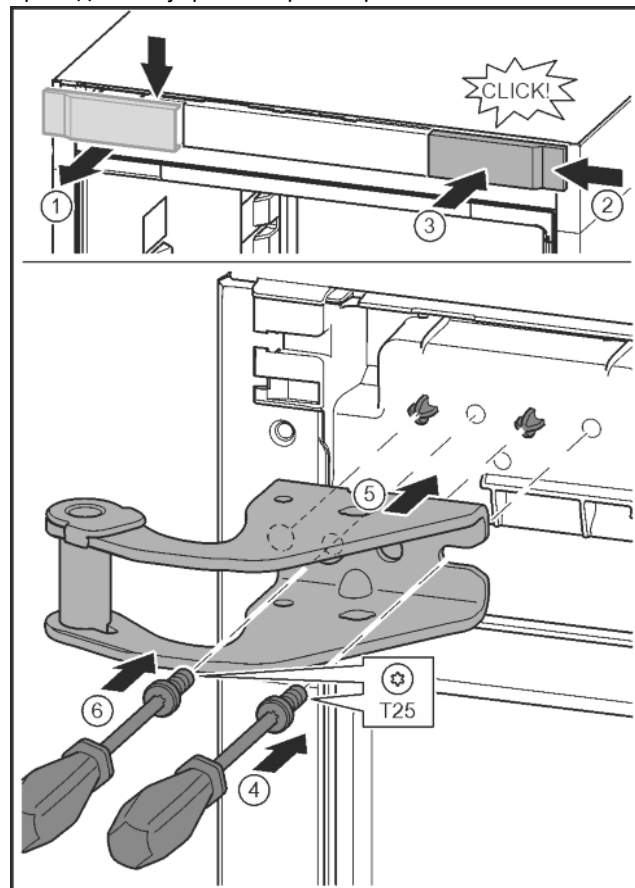

Fig. 12
- ▶ Отпустить крышку и снять боку. Fig. 12 (1)
- ▶ Навесить крышку, повернув ее на 180°, справа с другой стороны. Fig. 12 (2)
- ▶ Крышку зафиксировать. Fig. 12 (3)
- ▶ Установить винт отвёрткой T25. Fig. 12 (4)
- ▶ Установить верхний опорный кронштейн. Fig. 12 (5)
- ▶ Затянуть винт. Fig. 12 (4)
- ▶ Вставить и затянуть винт отвёрткой T25. Fig. 12 (6)